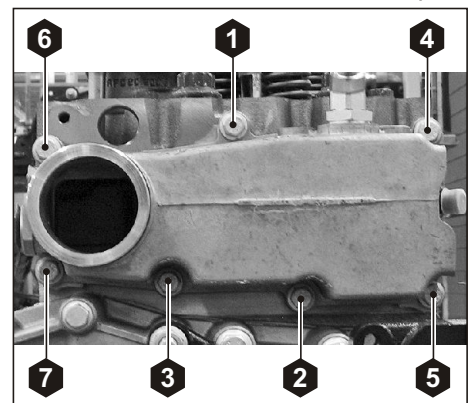

Рис. 65. Установка коробки слива ОЖ с головки блока цилиндров.
3. Наживить болты крепления коробки слива ОЖ с головки блока цилиндров и затянуть окончательно $M_{кр} = 20 \pm 4$ Нм, соблюдая указанный порядок затяжки (см. Рис. 65).